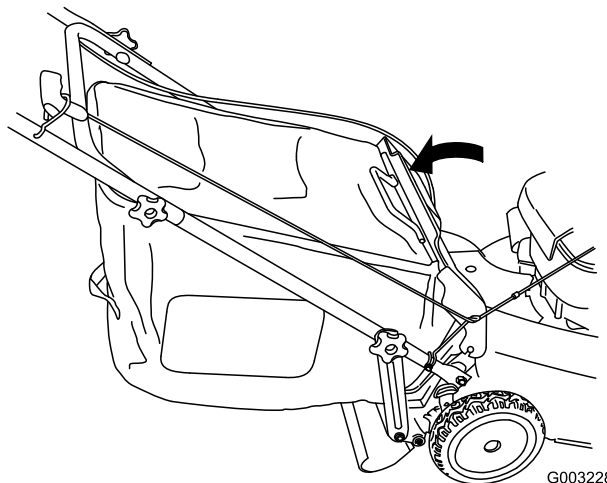

Figura 27
- Abbassate lo sportello posteriore (Figura 27).